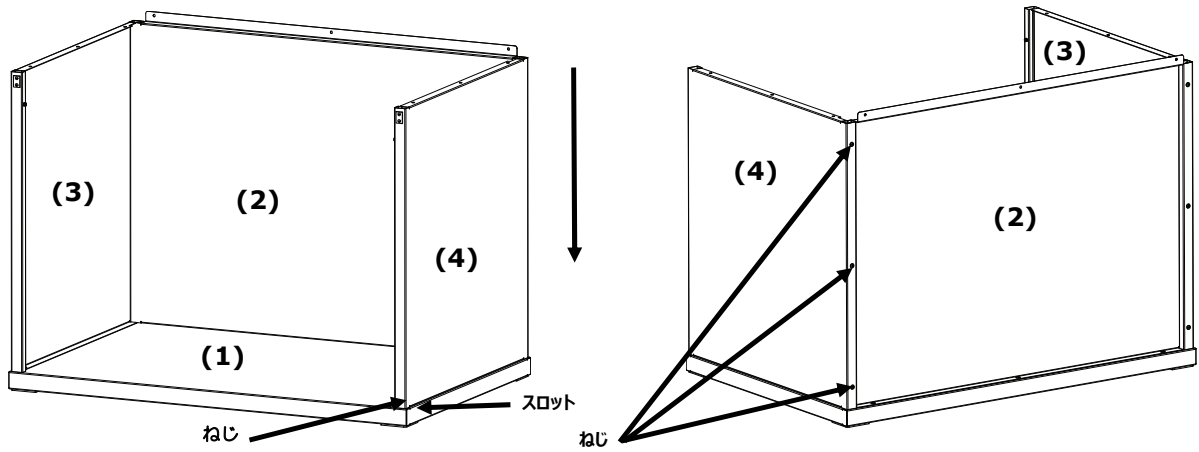

図4：右パネルを背面および底面パネルに挿入した状態
5. 右パネル (4) の滑らかな面を、背面パネル (2) 上部端の上にセットします。
6. 右パネル (4) 前方のタブが底パネル (1) に挿入するまで、右パネル (4) を下向きにインタロックチャネルにそってスライドします。図 4 の様に、右パネル (4) を底パネルと背面パネルに 4 本のねじで固定します。